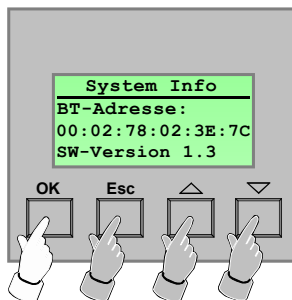

Bild 6: System-Info des Bluetooth Gateways
5. An dieser Stelle sind die Systeminformationen des Gateways sichtbar (vgl. Bild 6).